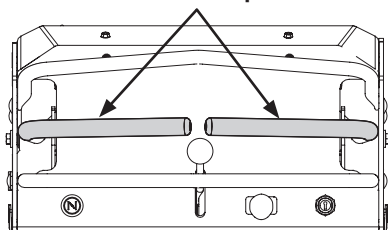

Figure 10
1. Assurez-vous que les leviers de commande de conduite droite et gauche sont en position neutre et que le frein de stationnement est désengagé (Figure 10).